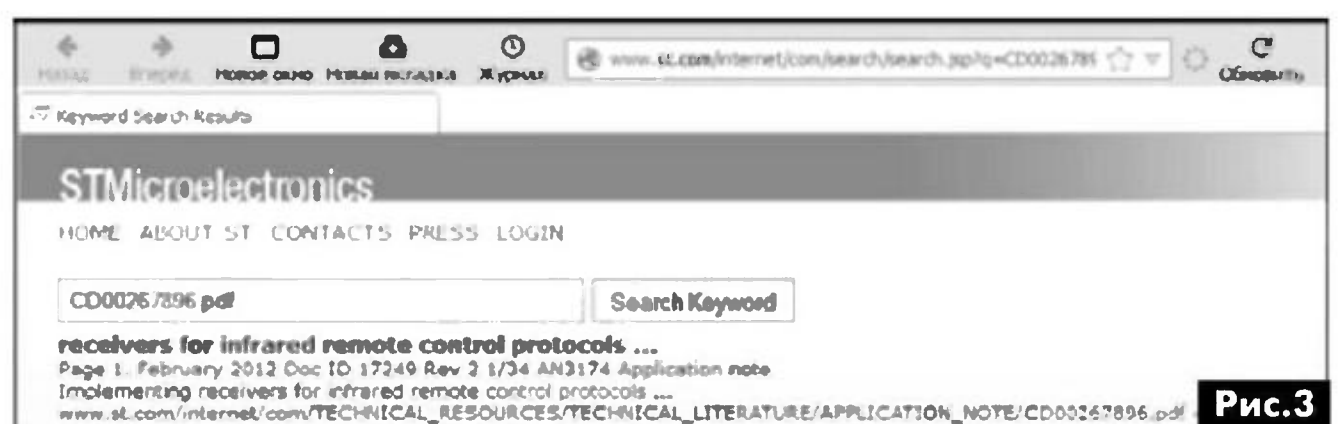

Рис. 3
- зайти на главную страницу сайта, на котором размещается файл, и в окне поиска ввести требуемое имя. Например, файл «<http://www.st.com/.../CD00267896.pdf>» надо искать на странице «<http://www.st.com/>» в закладке Search Keyword (**рис. 3**);